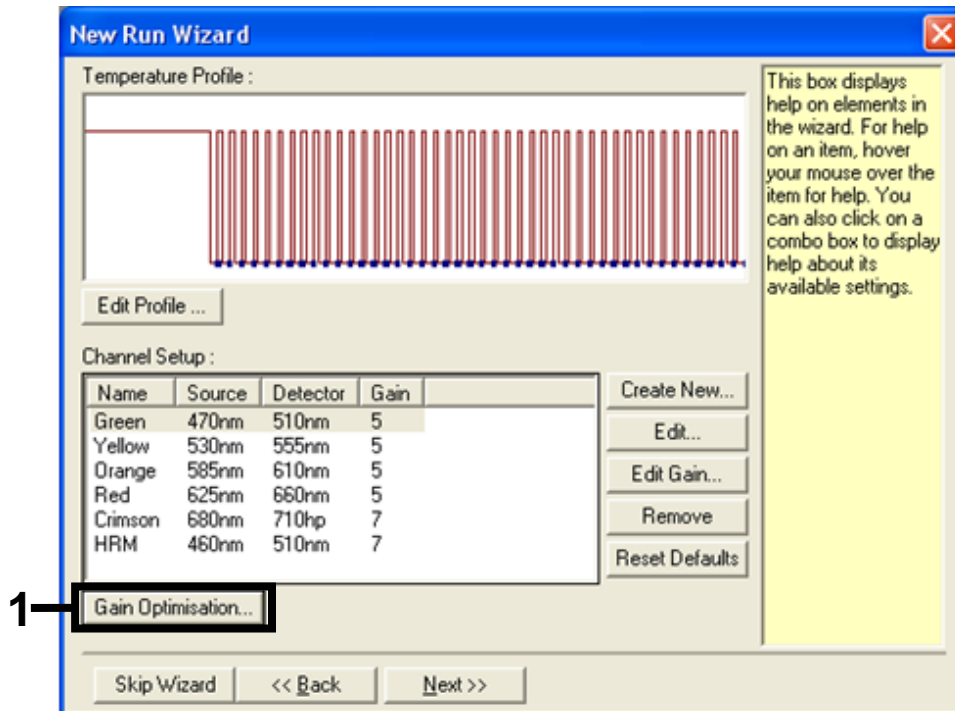

Abbildung 30. Verstärkungsoptimierung (1)
12. Klicken Sie im nächsten Dialogfeld auf die Schaltfläche „Gain Optimisation“ (Verstärkungsoptimierung) (siehe Abbildung 30).